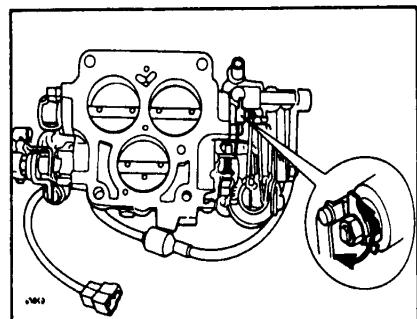

Рис. 6 Регулировка начального положения дроссельной заслонки
- Для регулировки положения заслонки подогните усик на оси дроссельной заслонки, рис. 6.